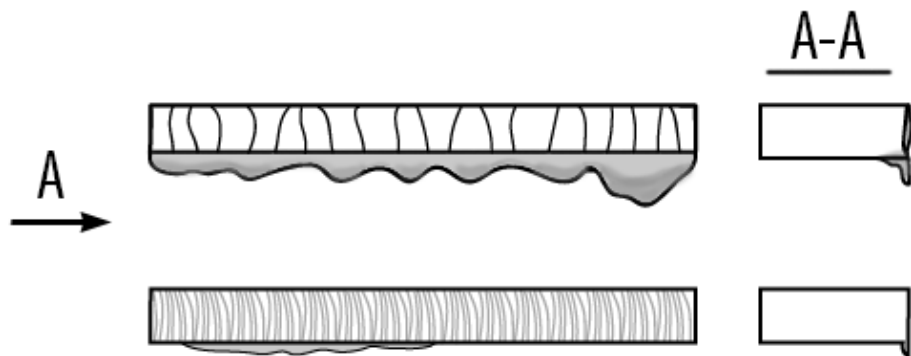

Рис. 9.5. Влияние силы тока и скорости реза.
- Сила тока и скорость реза (См. рис. 9.5).